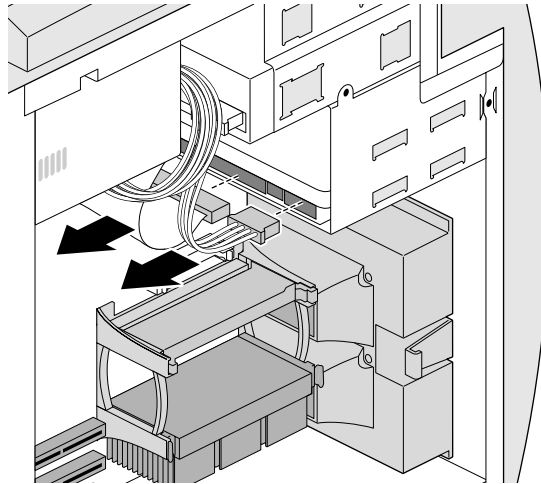

Abbildung 4-15 Trennen der Kabel von einer internen Festplatte
4. Entfernen Sie die Stromversorgungs- und Flachkabel an der Rückseite des Laufwerks (bzw. der Laufwerke), wie in Abbildung 4-15.